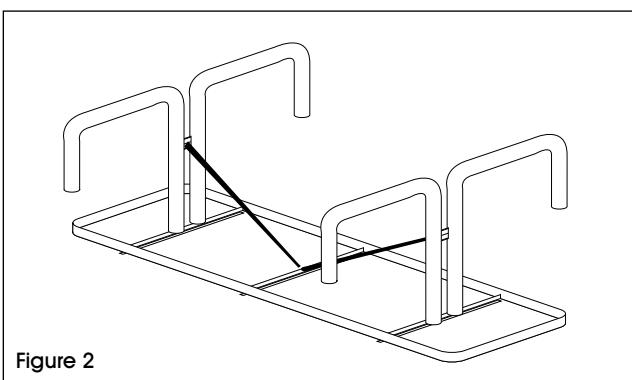

Figure 2
3. Avant de serrer les boulons, insérez le renfort transversal et boulonnez-le au cadre de table à l'aide d'un boulon, de deux rondelles et d'un écrou. (Voir Figure 2)